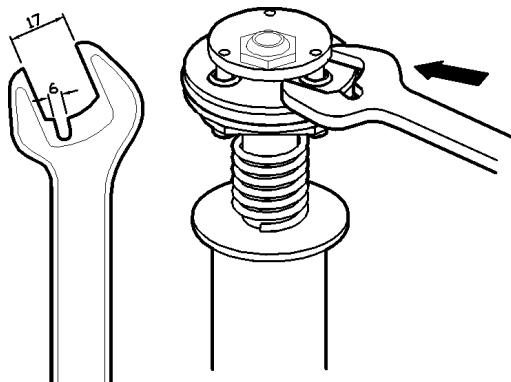

Fig. 9
1. Fix the air motor body (16) in a suitable way and loosen the four screws (13) to remove the air motor dolly (1).
2. Check the upper spring (2) and the spring stop (3) inside the air motor dolly(1). Replace in case of damage.
3. Dismount the lower circlip (15) and muffler (14) and pull up the inverting set (4) until the hole in pump piston (8) gets visible in the opening where the muffler was dismounted. Introduce a steel rod (8 mm) in the hole to lock the piston.
4. Use a prepared 17mm wrench (see fig. 9) to disassemble the inverting set (4).
1. Fijar el cuerpo motor (16) adecuadamente y soltar los cuatro tornillos (13) para retirar la cazoleta (1).
2. Verificar el muelle superior (2) y el tope muelle (3) en la cazoleta (1). Sustituir en caso de deterioro.
3. Desmontar el anillo de seguridad (15) inferior y el silenciador (14) y tirar el conjunto inversor hacia arriba hasta que el agujero en el vástagos (8) quede visible en la apertura donde el silenciador fue quitado. Introducir una varilla acerada (8mm) en el agujero del pistón para bloquear el mismo.
4. Desenroscar el conjunto inversor (4) con una llave fija de 17mm preparada (Fig. 9).
1. Fixer correctement le corps moteur (16) et dévisser les 4 vis (13) pour désolidariser la cassolette (1).
2. Procéder au contrôle du ressort supérieur (2) ainsi que de la butée de ce dernier (3) qui se trouvent dans la cassolette (1). Remplacer ces pièces si nécessaire.
3. Démonter l'anneau de sécurité (15) inférieur et le silencieux (14) et tirer l'ensemble inverseur vers le haut jusqu'à ce que l'orifice du piston (8) soit visible et ce, au niveau où le silencieux a été enlevé. Introduire une baguette en acier (8mm) dans l'orifice du piston pour bloquer ce dernier.
4. Desserrer l'ensemble inverseur (4) à l'aide d'une clé fixe préparée de 17 mm (voir Fig.9).